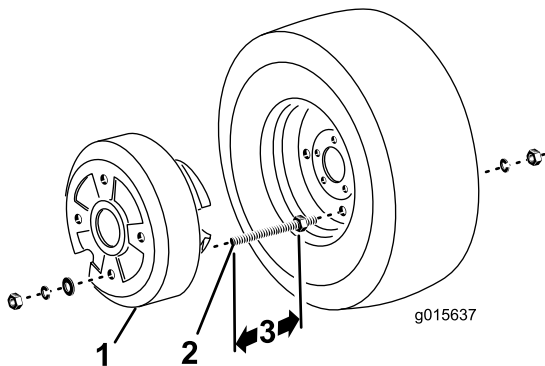

Figure 24
2. Ajoutez 9,84 cm à la mesure à l'opération 1. Cette valeur devient la dimension « A » sur la Figure 24.
4. Insérez les tiges filetées dans les 2 trous opposés de la jante et fixez-les en place avec des rondelles frein (1/2 po) et des écrous hexagonaux (Figure 24).
5. Placez la masse de roue au bout des tiges filetées et fixez-la en place avec les rondelles plates, les rondelles frein et les écrous hexagonaux (Figure 24).